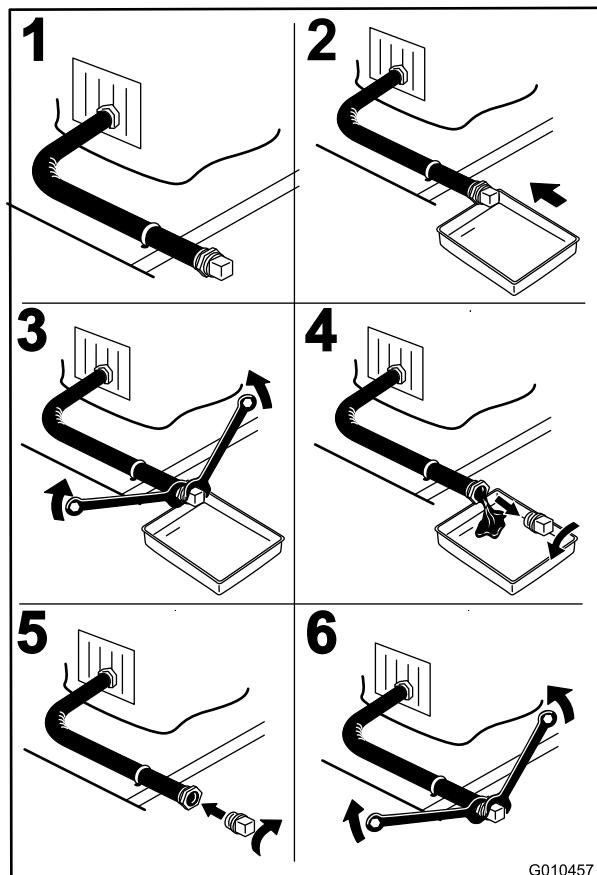

Figure 36
4. Avant de quitter la position de conduite, coupez le moteur, enlevez la clé de contact et attendez l'arrêt de toutes les pièces mobiles (Figure 36).